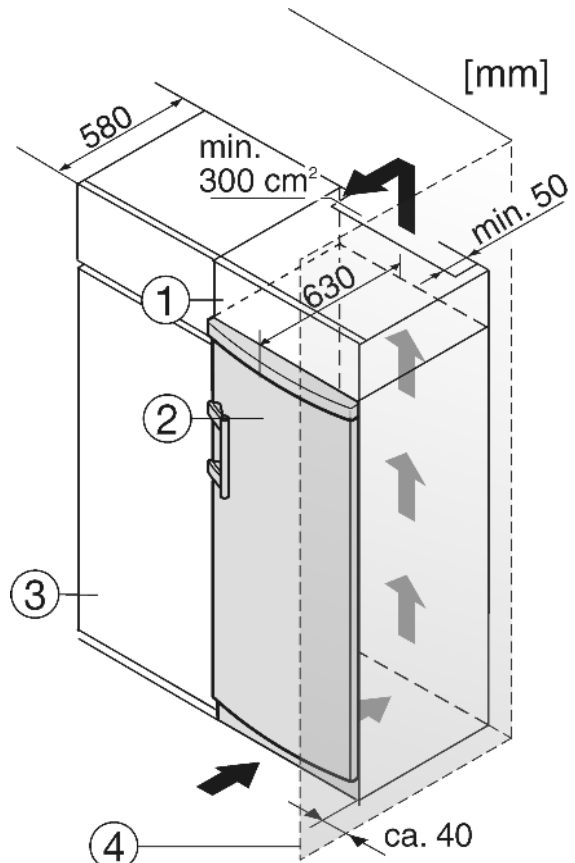

Fig. 7
- (1) Armario superior
- (2) Aparato
- (3) Armario de cocina
- (4) Pared
El aparato se puede rodear de armarios de cocina. Para adaptar el aparato Fig. 7 (2) a la altura de la cocina, se puede instalar un armario Fig. 7 (1) correspondiente sobre el aparato.
Si la cocina posee armarios (profundidad máx. 580 mm), el aparato se puede colocar directamente junto al armario de cocina Fig. 7 (3). La puerta del aparato sobresale 34 mm por los lados y 50 mm en el centro del aparato respecto al frente del armario de cocina. Por tanto, se puede abrir y cerrar sin problemas.
Si el aparato se instala con las bisagras junto a una pared *Fig. 7 (4)*, la distancia entre el aparato y la pared debe ser de como mínimo 40 mm. Esto equivale al saliente del tirador con la puerta abierta.